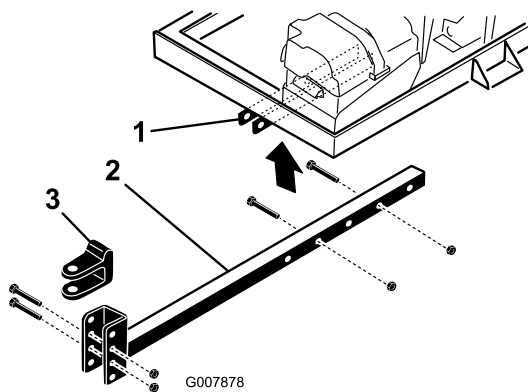

Figura 4
2. Introduzca la barra del enganche en los soportes del bastidor (Figura 4). Sujete la barra al bastidor con 2 pernos ( $\frac{3}{8}$ " x 3") y tuercas con arandela prensada ( $\frac{3}{8}$ " y apriete las fijaciones a 40 N·m (30 pies-libra).
- Retire los pernos y las contratuercas que fijan la horquilla de enganche a la barra de enganche (Figura 4).
- Retire los pernos y tuercas que sujetan la barra de enganche a los soportes del bastidor (Figura 4).